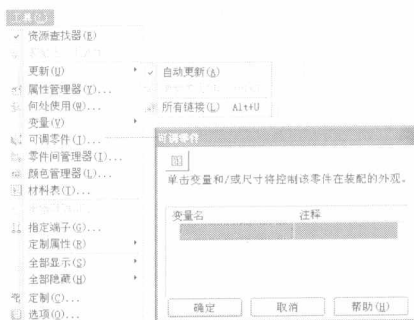

图 1-6 子菜单
- 在主菜单的下拉菜单中，右面带有小三角的菜单项，表示该菜单项还有子菜单，如菜单“工具”→“更新”中有子菜单，如图 1-6 所示。